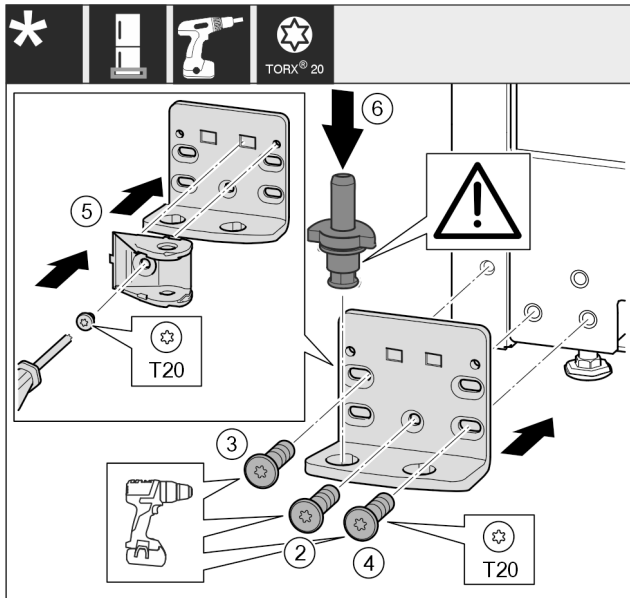

Fig. 49 \*
- ▶ Lagerbok aan de andere zijde plaatsen en met behulp van een schroevendraaier er in schroeven. Met schroef Fig. 49 (2) onder in het midden beginnen.\*
- ▶ Schroef Fig. 49 (3) en schroef Fig. 49 (4) vastschroeven.\*
- ▶ Sluitdemperverbinding Fig. 49 (5) 180° draaien. Aan de andere zijde van het lagerbok met een schroevendraaier er in schroeven.\*
- ▶ Lagerbouten Fig. 49 (6) volledig insteken. Let hierbij op dat het vergrendelingslipje naar achteren wijst.\*